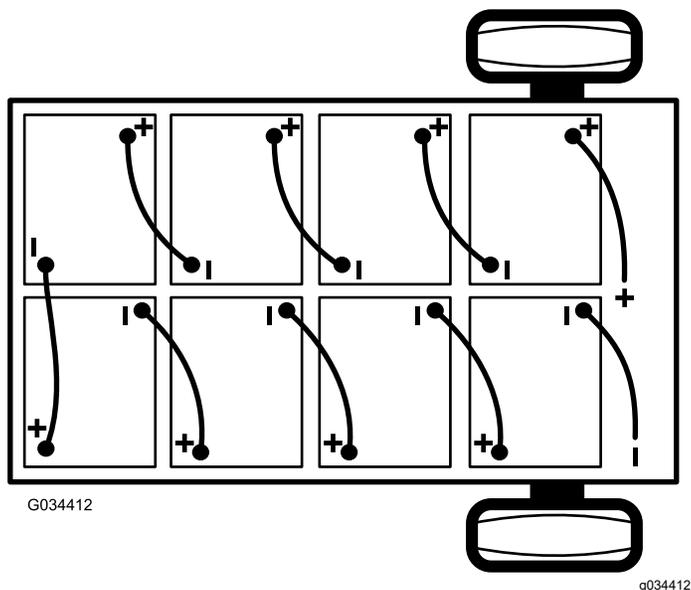

Figura 41
- Scollegate il cavo negativo principale della batteria (nero) che collega la serie di batterie al punto di messa a terra della macchina (Figura 41).
3. Scollegate il cavo positivo principale della batteria (rosso) che collega la serie di batterie al contactore principale della macchina (Figura 41).
Nota: Prestate attenzione alla polarità delle batterie quando montate le batterie nuove (Figura 41).
6. Collegate le batterie come mostrato in Figura 41 con i cavi interconnessi alle batterie rimossi al punto 1.
2. Collegate il cavo positivo principale (rosso) della batteria tra la serie di batterie e la macchina (Figura 41).
3. Collegate il cavo negativo principale (nero) della batteria tra la serie di batterie e la macchina (Figura 41).